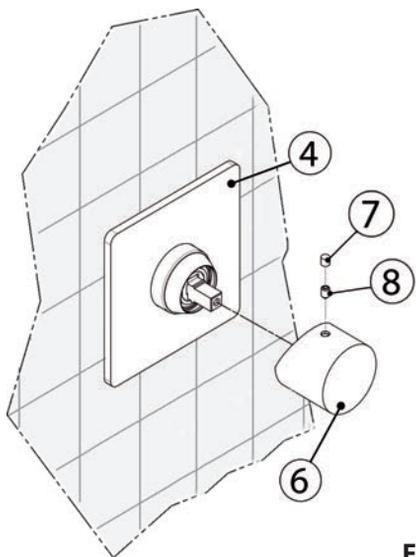

Fig. 11
- Открыть кран, повернув приемно-выпускную ручку (6) и дать вытечь воде, находящейся в трубах и устройстве смесителя;
- Снять заглушку (7) и открутить винт (8); отсоединить приемно-выпускную ручку (6); (Рис. 11)